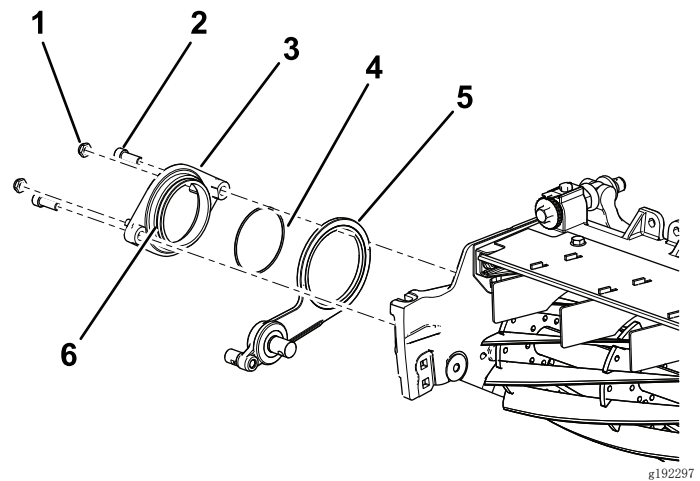

图9
3. 在枢轴轮毂组件外径上涂抹防粘剂 (图9)。
4. 用 2 个六角螺栓 ($\frac{3}{8} \times \frac{3}{4}$ 英寸) 将枢轴轮毂固定到滚刀的怠轮总成上 (图9)。
5. 将 2 个锁紧螺母松松地安装到枢轴轮毂上 (图9)。